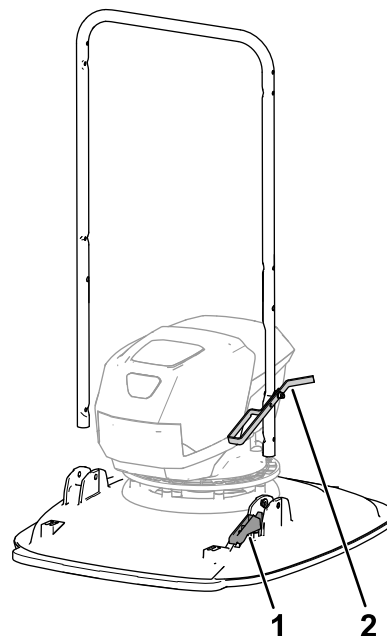

Figure 6
2. Alignez la cale au pied du guidon par rapport support sur le plateau (Figure 6).